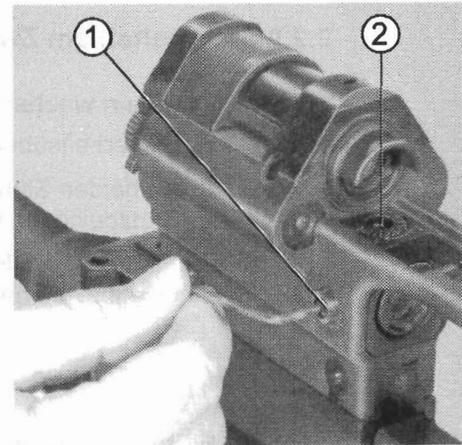

Bild 69 Justierschrauben lösen
- ⇒ Justierschrauben (69/1 und 2) mit Sechskantschlüssel (3 mm) lösen (Bild 69).